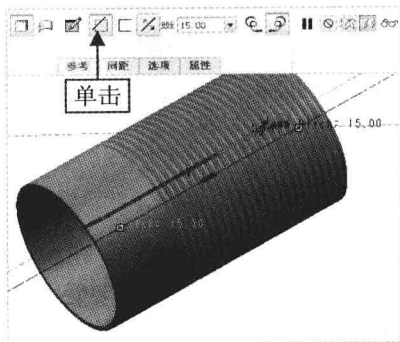

图 5-77 单击“移除材料”按钮
Step 04 单击“关闭”面板中的“确定”按钮, 完成截面绘制并退出草绘环境; 返回“螺旋扫描”选项卡, 在“输入间距值”数值框中输入 15, 单击“移除材料”按钮, 如图 5-77 所示。